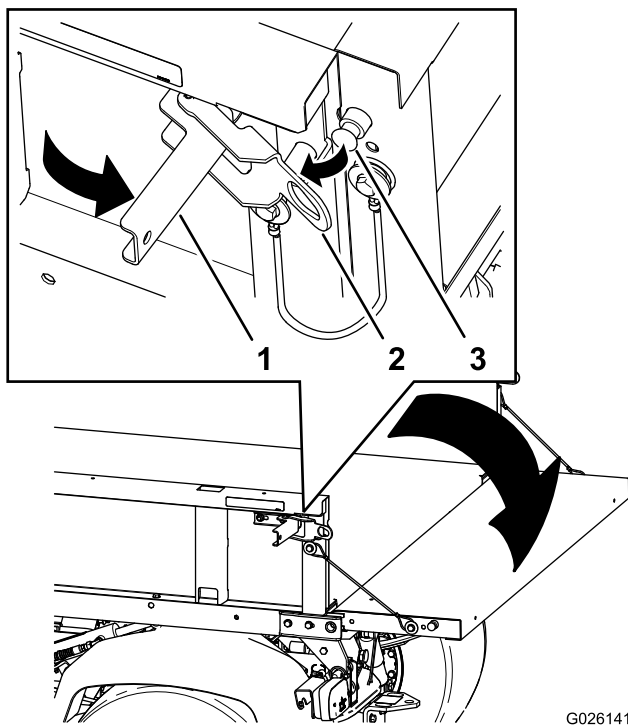

図 22
2. 荷台の左右にあるラッチを解放してテールゲートを下げる 図 22。